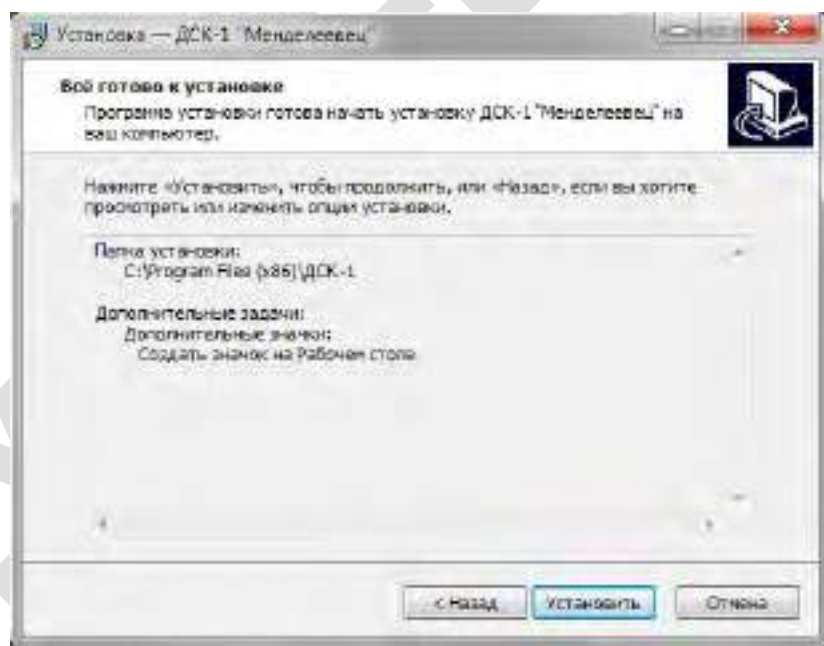

Рисунок 10 – Окно обзора параметров установки
3.3.5 Проверить настройки установки, нажать кнопку «Далее» (рисунок 10).